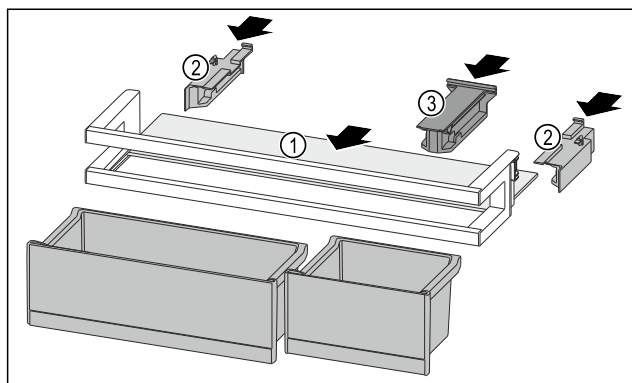

Fig. 103
- ▶ Посуньте полицю Fig. 103 (1) у бічні пази.
- ▶ Вставте бічні елементи Fig. 103 (2).
- ▶ Вставте кріпильний елемент Fig. 103 (3).